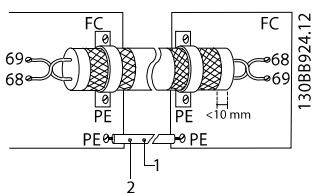

**Рисунок 2.24** Кабели из витой пары
Эта клемма подключается к земле через внутреннюю цепочку РС. Для снижения помех между проводниками используются кабели из витой пары. Рекомендуемый метод показан на *Рисунок 2.24*:
**Таблица 2.6** Пояснения к *Рисунок 2.24*